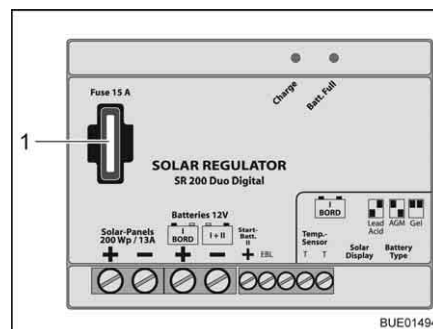

Fig. 152 Fusible pour régulateur de panneau solaire 200 W
- Changer le fusible plat 15 A/bleu (Fig. 152,1).